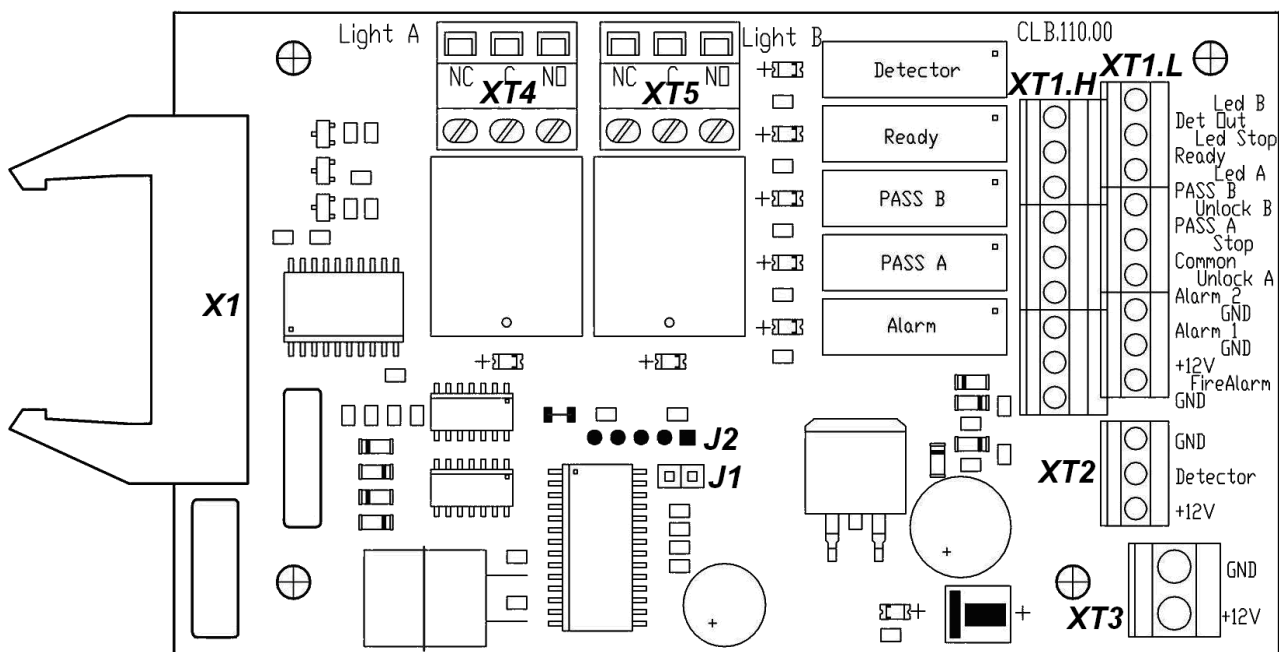
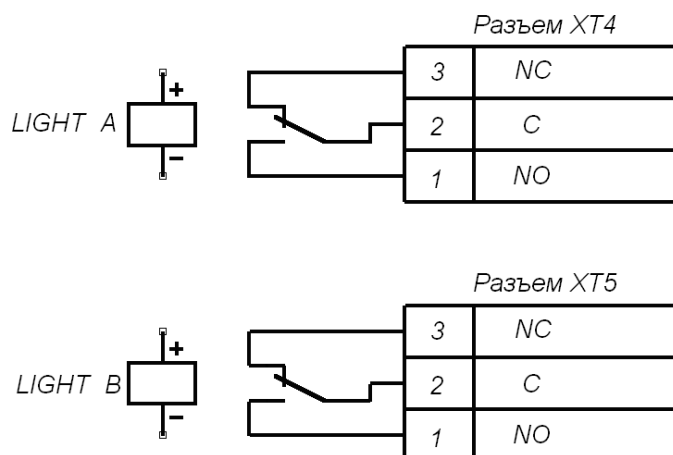

Рисунок 5. Внешний вид платы CLB
Рисунок 9. Выходные каскады для Light A и Light B
ПДУ подключается к плате CLB гибким многожильным кабелем (11) через клеммную колодку **XT1.L** (см. рис. 5 и 12).
Изменить ориентацию ПДУ относительно установки турникета (если по месту установки турникет обращен к оператору не лицевой, а тыльной стороной) можно, поменяв местами провода от ПДУ, подключаемые на контакты *Unlock A* и *Unlock B*, а также *Led A* и *Led B* соответственно (см. рис. 5 и 12).
На плате CLB (см. рис. 5) расположены:
Подключение указанных устройств производится с помощью кабеля (11) к соответствующим клеммным колодкам **XT1.L** и **XT1.H** платы CLB в соответствии со схемой электрических соединений (см. рис. 5 и 12).
Обозначения установленных на плате CLB клеммных колодок и назначение их контактов показаны на рис. 5.
Факт срабатывания / отпускания реле **PASS A**, **PASS B**, **Ready**, **Detector** и **Alarm** можно определить по загоранию/гашению красных индикаторов, которые установлены вблизи указанных реле (см. рис. 5).
Режим управления определяется наличием перемычки на разъеме **J1** (расположение разъема **J1** показано на рис. 5: перемычка установлена – импульсный режим управления, перемычка снята – потенциальный режим управления). При поставке перемычка установлена.
Подключение ДКЗП производится к клеммной колодке **XT2**, а сирены – к клеммной колодке **XT1.H** платы CLB согласно схеме электрических соединений (рис. 5 и 12). ДКЗП должен иметь нормально-замкнутые контакты.
На контакты *Det Out* и *Common* клеммной колодки **XT1.H** платы CLB (рис. 5) всегда транслируется сигнал о текущем состоянии ДКЗП.
Подключение устройства, подающего команду аварийной разблокировки, производится к клеммной колодке **XT1.L** платы CLB согласно схеме электрических соединений (см. рис. 5 и 12). Если вход *Fire Alarm* не используется, то необходимо установить перемычку между контактами *Fire Alarm* и *GND*. При поставке данная перемычка установлена.
Выносные индикаторы подключаются на клеммные колодки **XT4 (Light A)** и **XT5 (Light B)**. При этом реле **Light A (Light B)** активизировано (на его обмотку подано напряжение), когда горит соответствующая данному направлению прохода зеленая стрелка на блоке индикации, и нормализовано (на его обмотку напряжение не подано), когда соответствующая данному направлению прохода зеленая стрелка на блоке индикации не горит. Факт срабатывания / отпускания реле **Light A** и **Light B** можно определить по загоранию / гашению красных индикаторов, которые установлены вблизи указанных реле (см. рис. 5). Выходные каскады для сигналов *Light A* и *Light B* – перекидные контакты реле (см. рис. 9) со следующими характеристиками сигналов: